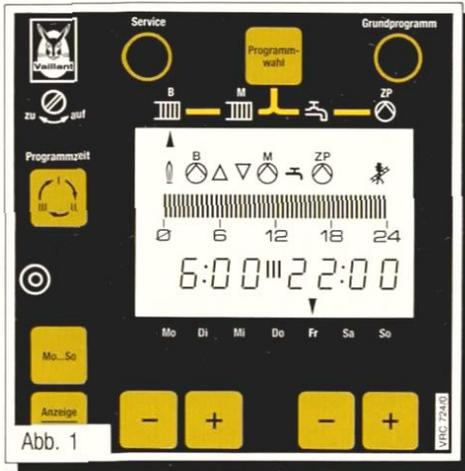

Abb. 1
- ⌚ — Heizungsumwälzpumpe im Heizkreis Brenner (B) in Betrieb
- △ — Motormischer im Heizkreis Mischer (M) fährt "Auf"
- ▽ — Motormischer im Heizkreis Mischer (M) fährt "Zu"
- ⌚ — Heizungsumwälzpumpe im Heizkreis Mischer (M) in Betrieb
- 15:15 — Aktuelle Uhrzeit (nicht in Abb. 1 dargestellt)